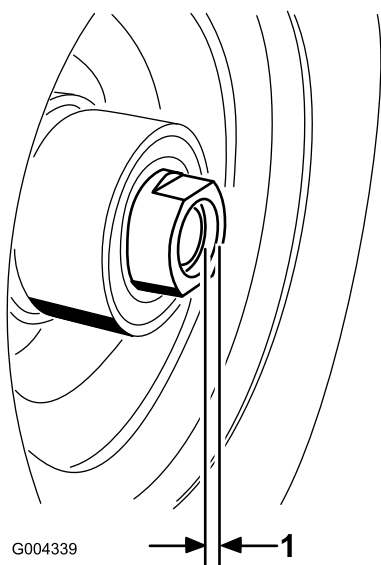

Figura 27
11. Si se retiraron ambas tuercas espaciadoras del eje, aplique adhesivo sellador de roscas a la tuerca espaciadora. Instale las tuercas espaciadoras en el eje dejando que sobresalgan 3 mm del eje (Figura 27).
16. Apriete la tuerca espaciadora a 8–9 Nm (75–80 pulgadas-libra), luego aflójela y apriételo de nuevo a 2–3 Nm (20–25 pulgadas-libra). Asegúrese de que el eje no sobresale de ninguna de las tuercas (Figura 27).